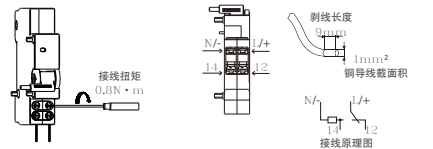

图4 接线方式
5.4 适用于铜导线连接，导线截面积选用1mm²，接线方式及剥线长度如下图4